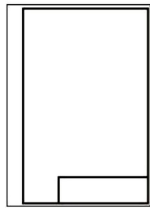
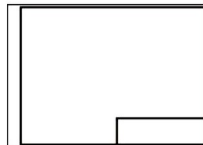
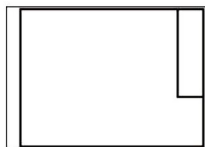

Рис. 1
Рис. 2
Рис. 3
- +а. Рис. 1 и Рис. 2
- b. Рис. 2 и Рис. 3
- с. Рис. 3